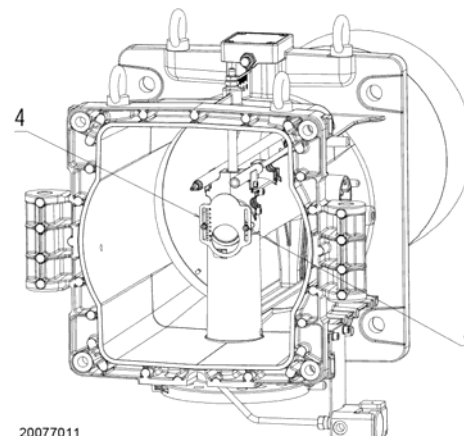

Рис. 19
В том случае, если какие-либо особенности конкретной установки требуют изменения данной настройки, можно изменить расход центрального воздуха с помощью кольца (4) (Рис. 19). Для выполнения данной регулировки ослабьте винты (5) (Рис. 19) и переместите кольцо (4). По окончании регулировки снова затяните винты (5).